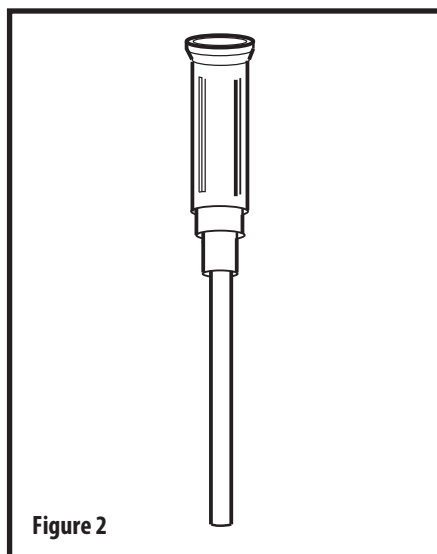

Figure 2
7. Introduza a cânula introdutora (Fig. 2) no orifício jejunal até que o cubo esteja em contacto com o orifício de alimentação jejunal e a cânula introdutora seja claramente visível no interior do tubo. A cânula introdutora abre a válvula unidireccional e protege-a contra danos causados pelo fio guia.